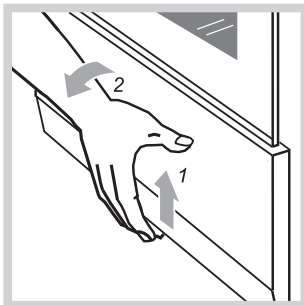

Рис. 13
- Чтобы открыть дверцу, ее нужно приподнять вверх и наклонить на себя (рис. 13).